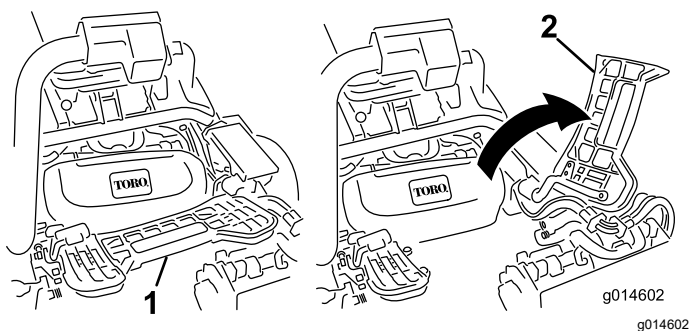

Рисунок 46
1. Поднимите и поверните вверх подножку, открывая доступ к центральному режущему блоку (**Рисунок 46**).